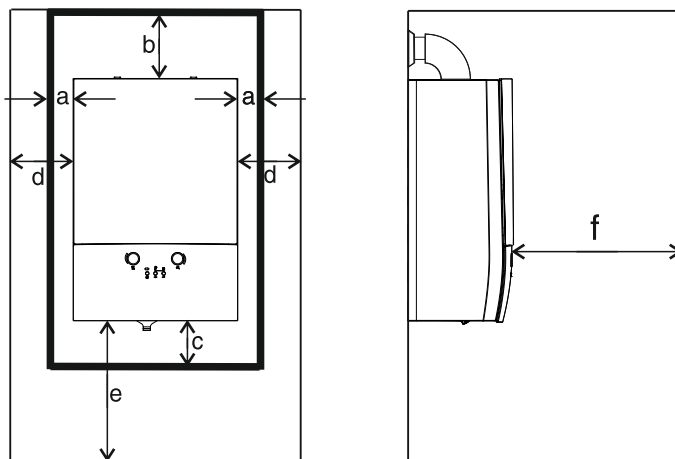

Figura 11. Distanze obbligatorie/consigliate
- ❑ Per la manutenzione sono necessarie le seguenti distanze minime: 180 mm sopra l'involucro*, 200 mm sotto, 10 mm su ogni lato. La distanza di 500 mm nella parte anteriore può essere ottenuta aprendo uno sportello. Fare riferimento alla Figura 11 e alla Tabella 3.
- ❑ Per semplificare l'utilizzo di pannello dei comandi, è consigliabile che la base della caldaia si trovi a 1500 mm dal pavimento; per una sostituzione più agevole delle parti è opportuno che lateralmente vi sia uno spazio di 50 mm, ove applicabile. Fare riferimento alla Figura 11 e alla Tabella 3.